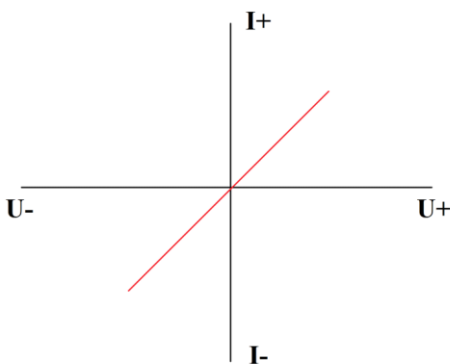

Рисунок 38. График ВАХ резистора.
- ВАХ резистора выглядит как наклонная линия в направлении справа налево (Рисунок 38).